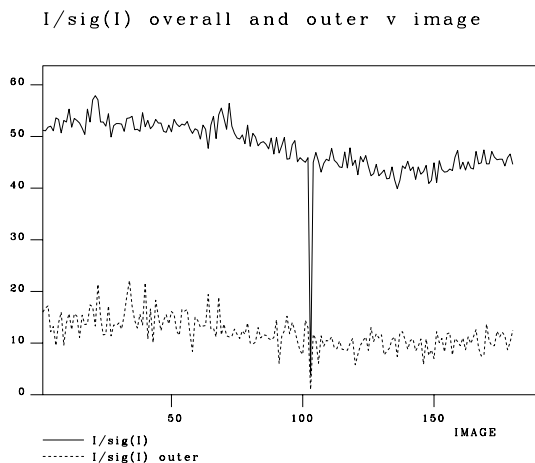

Figure 2: SUMMARY の表示例 (I/sig(I))
Refined detector parameters 中の Rsym v image や I/sig(I) overall and output v image、Post refinement 中の Mosaic spread v image 等、一連のグラフを見て、妙な挙動をするイメージがあれば、そのイメージのみを再度手でパラメタの精密化や積分を行う。例えば図 2 の例 では 103 枚目のイメージで I/sig(I)